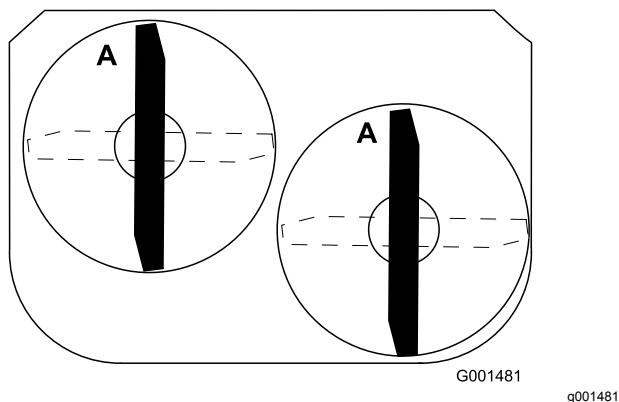

Figure 49
1. Tournez les lames dans le sens longitudinal (Figure 49).